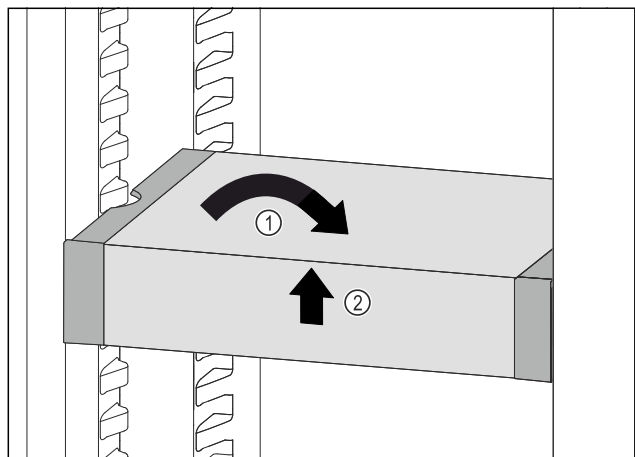

Fig. 181
- VarioSafe gerade stellen. Fig. 181 (1)
- VarioSafe vorne anheben. Fig. 181 (2)